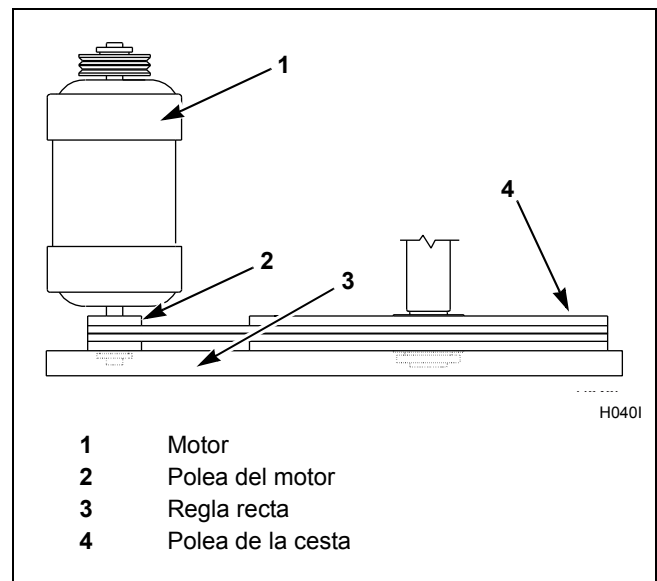

Figura 7
- b. Para los sistemas de impulsión de poleas con garganta, verifique el alineamiento colocando una regla a través de las caras de las poleas. La regla deberá hacer contacto con las poleas en cuatro lugares. Consulte la *Figura 7*.